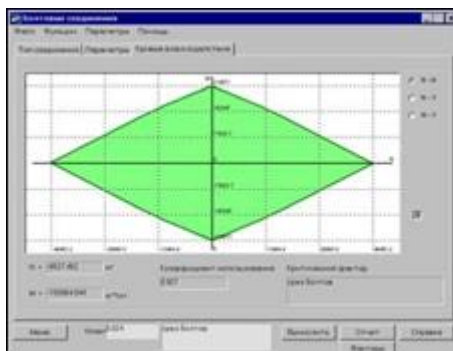

Рис. 4-3
4.4. Закладка Кривые взаимодействия (Рис. 4-3) содержит окно, в которое выводятся кривые взаимодействия силовых факторов, ограничивающие область несущей способности соединения. Она полностью аналогична такой же закладке из режима Сопротивление сечений, Болтовые соединения или Фрикционные соединения.